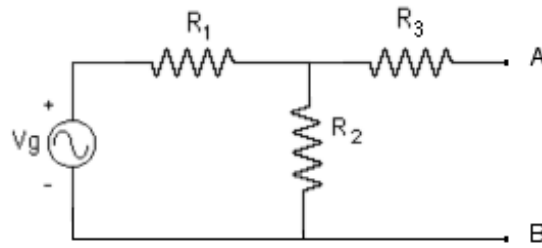

Figura 7.2.- Circuito para determinar el equivalente Thevenin
- 4.- Determine el equivalente Thevenin del circuito mostrado en la Figura 7.2 con los valores indicados por su profesor.